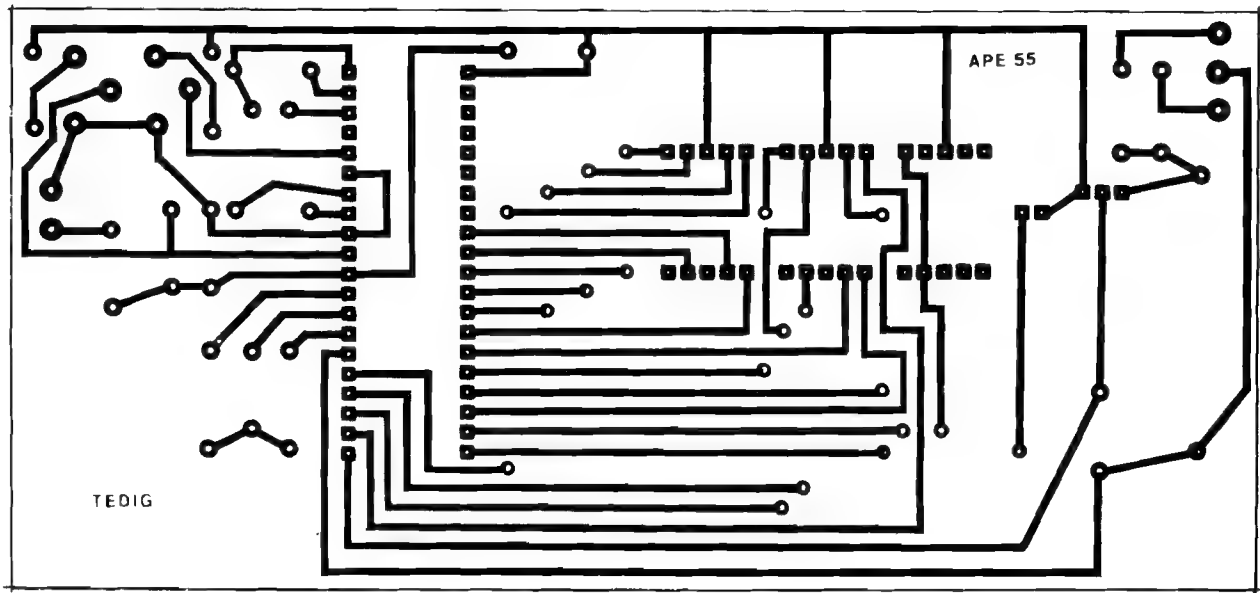

Fig. 2
- FIG. 2 - LAY OUT DO CIRCUITO IMPRESSO ESPECÍFICO - Como a placa reúne a acomodação tanto do (grande...) Integrado principal, todos os componentes acessórios (menos o transformador, único componente que fica fora da placa...), incluindo o próprio **display** numérico de três dígitos (na verdade, tecnicamente de 3 1/2 dígitos...), não há como fazê-la muito pequena... Mesmo assim, considerando os quesitos que normalmente usamos aqui em A.P.E., ou seja: de manter "baixa" a complexidade, inclusive do **desenho** das ilhas e pistas cobreadas, acreditamos que o arranjo não ficou "assustador"... Basta um pouco de atenção e cuidado, durante a cópia e a traçagem, além da proverbial conferência, cuidadosa, ao final, para que tudo saia "nos conformes"... A figura mostra o arranjo de ilhas e pistas cobreadas, em escala 1:1 (tamanho natural...) e, apesar de mostrar uma certa "profusão" de caminhos e trilhas (condição inevitável, já que cada **display** tem vários segmentos a serem individualmente comandados...), não chega a ser "complicada"... Com um pouco de atenção e cuidado, o Leitor/Hobbysta poderá, sem problemas, confeccionar a placa sem grandes problemas... É lógico que, em **lay out** desse tipo, envolvendo Integrados e